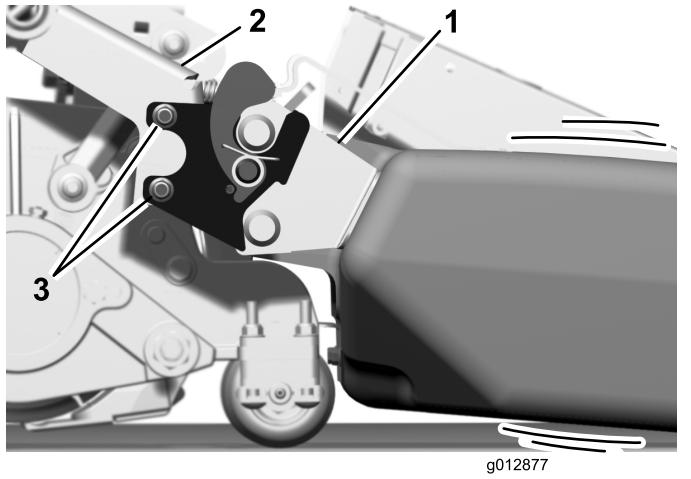

Bild 17
- A. Lösen Sie an jedem Ende des Korbs die Schlossschraubenmuttern, mit denen die Führung und Halterungen an den Halterungen des Grasfangkorbs befestigt sind (Bild 17).